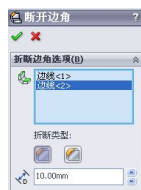
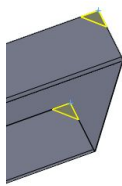
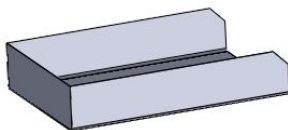

图 11-48 【断开边角】的属性设置
图 11-49 选择两条边线
图 11-50 断裂边角
(1) 选择【插入】|【钣金】|【断裂边角】菜单命令，弹出【断开边角】属性管理器，如图 11-48 所示，选择基体法兰特征前端的两条边线，如图 11-49 所示，设置【距离】为【10mm】，单击【确定】按钮。完成的断裂边角如图 11-50 所示。